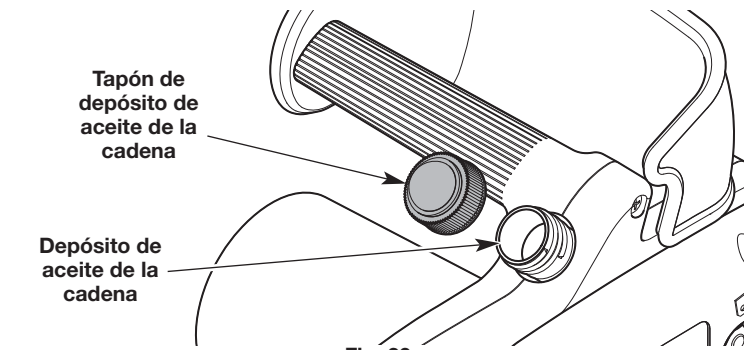

Fig. 29
3. Desenrosque la tapa del depósito de aceite (Fig. 29).